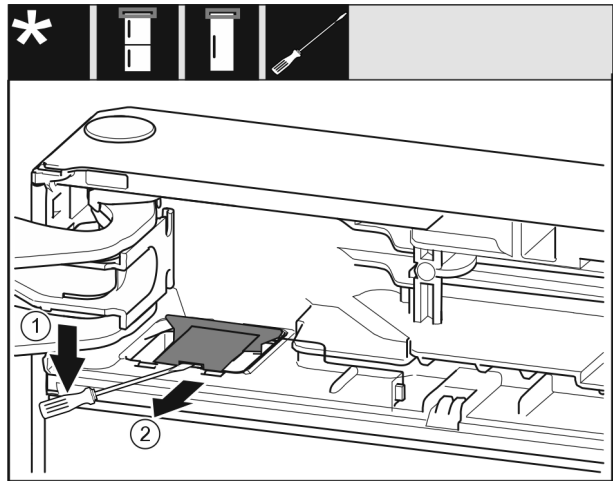

Fig. 11
- Pattintsa ki a fedelet Fig. 11 (1) lapos csavarhúzóval.
- Vegye ki a fedelet Fig. 11 (2).